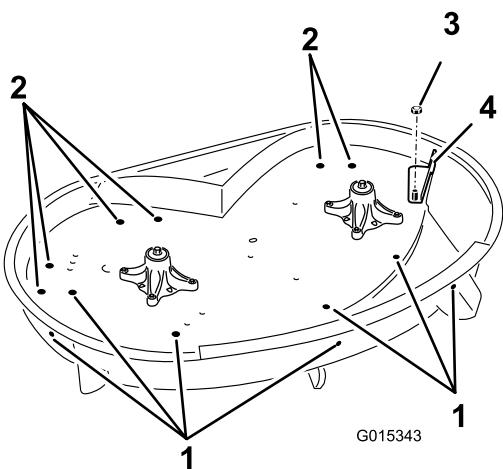

Figure 1
- Localisez les trous illustrés à la Figure 1 et procédez comme suit :
6. Retirez le contre-écrou (3/8 pouce) qui fixe la tige de maintien de l'éjecteur au plateau de coupe (Figure 1). Conservez-le pour un usage ultérieur.
7. Si le déflecteur d'ouverture est monté sur le plateau, déposez-le avant de monter le kit Recycler (Figure 1). Conservez le déflecteur d'ouverture afin de pouvoir repasser à l'éjection latérale.